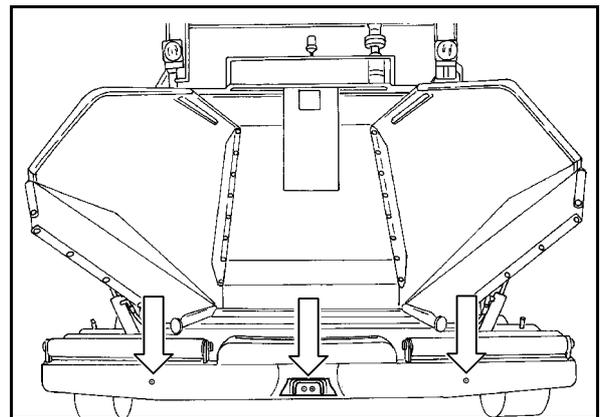

Fig. 159
- Allentare i controdadi (Fig. 159) e ruotare i tiranti a vite fino a ottenere la tensione corretta dei due trasportatori.